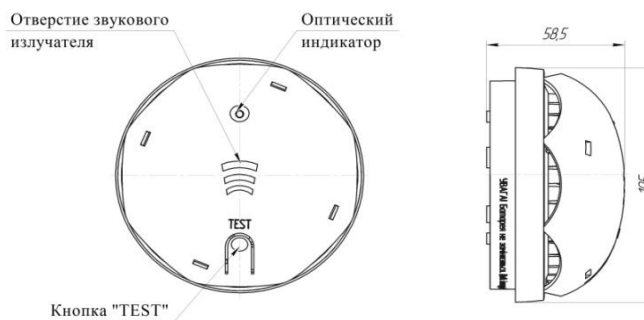

Рис. 1 Общий вид сигнализатора
3.4 Общий вид сигнализатора приведен на рис. 1.